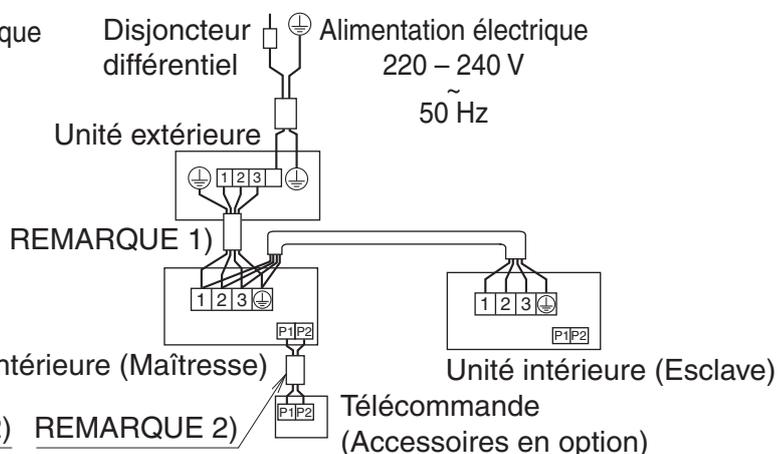

Fig. 41
- **Système à fonctionnement simultané:** 1 télécommande, 2 unités intérieures (les 2 unités intérieures fonctionnent de manière égale). (**Reportez-vous à la Fig. 41**)